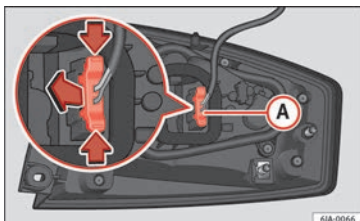

Fig. 99 Conector do farolim na parte posterior da unidade de luz traseira.
- Desligue o conector (A) » Fig. 99 do farolim acionando as alavancas laterais do mesmo (setas) e puxando o conector para o exterior.